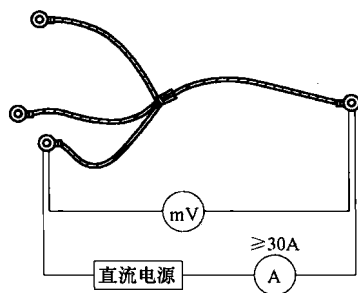

图 1-19 临时接地线的直流电阻测量接线图
2) 较常使用的方法是在每条导线两端（两头接线端子之间）施加一个直流电压，测量通过的直流电流。试验接线如图 1-19 所示。试验电流应不小于 30A。导线的直流电阻（ Ω ）= 试验电压（V）÷ 试验电流（A）。也可使用双臂电桥和数字微欧计直接测量。